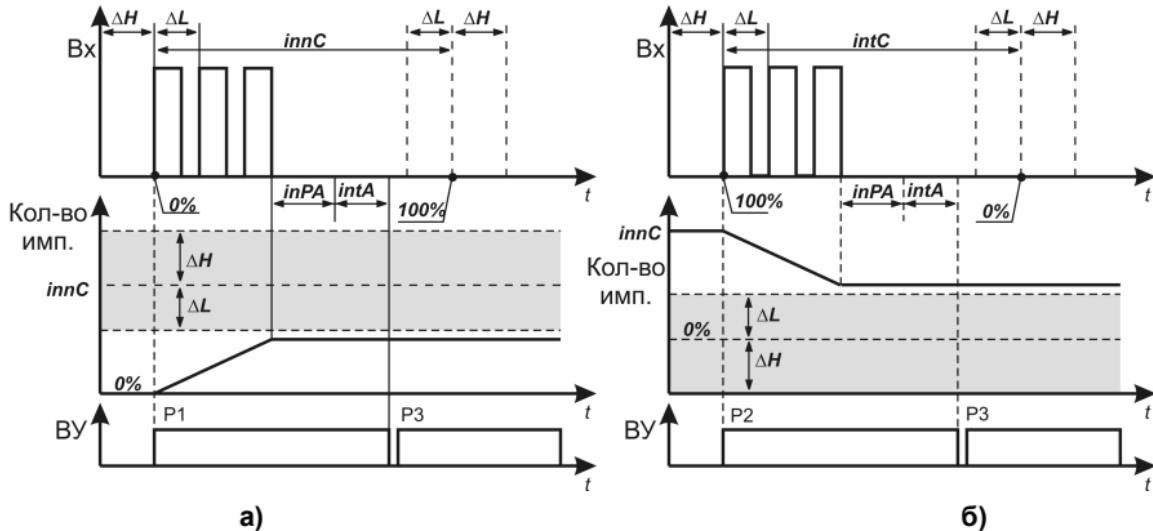

Рисунок 3.8
- заклинивание вала электропривода (перегрузка) происходит, если с момента старта задвижки прошло время **intS**, а значение счетчика не достигло значения, заданного в **innC**, и период следования импульсов, установленный в параметре **inPA**, превышен в течение времени **intA** (см. рисунок 3.8, а – для открытия, б – для закрытия, $\Delta L = innC - innL$, $\Delta H = innH - innC$);